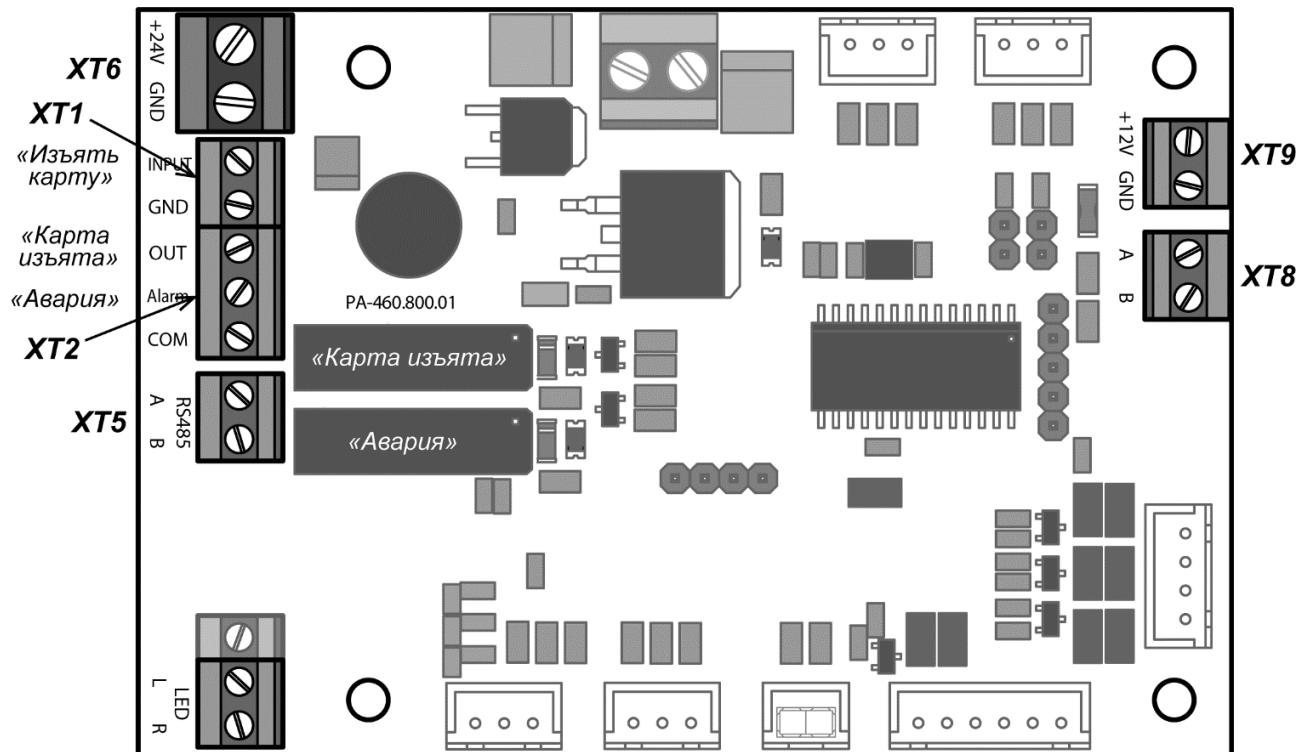

Рисунок 10. Внешний вид платы управления картоприемника
3. Если предъявленная карта является временной картой посетителя и требует изъятия, то контроллер СКУД подает управляющий сигнал на вход платы управления картоприемника «Изъять карту» (контакт INPUT **XT1**, см. рис. 10). Подсветка щели для приема карт перейдет в режим мигания с частотой 2 раза в секунду, указывая на то, что карта подлежит изъятию.
5. При падении карты в контейнер второй оптический датчик фиксирует факт изъятия карты. В этом случае картоприемник закрывает шторку, подсветка щели для приема карт вновь становится постоянной. Одновременно с выхода платы управления картоприемника «Карта изъята» (контакт OUT **XT2**, рис. 10) подается управляющий сигнал, являющийся для контроллера СКУД подтверждением разрешения прохода. По данному сигналу контроллер СКУД разрешает проход в данном направлении (подает соответствующий сигнал на механизм управления турникетом) и после прохода через турникет снимает сигнал «Изъять карту». По снятию сигнала «Изъять карту» картоприемник снимает сигнал «Карта изъята».
6. Третий оптический датчик картоприемника отслеживает факт заполнения контейнера картоприемника. При его заполнении картоприемник передает в контроллер СКУД сигнал «Авария» (контакт *Alarm XT2*, рис. 10), подсветка приемной щели картоприемника перейдет в режим мигания с частотой 1 раз в 2 секунды, тем самым предупреждая о необходимости освободить контейнер от изъятых карт. Если контейнер не освобождается, то после приема еще 9 карт работа картоприемника блокируется, подсветка приемной щели гаснет. Разблокировка картоприемника происходит автоматически после освобождения контейнера от карт (порядок выемки и установки контейнера приведен в п. 9.5). Также сигнал «Авария» подается в контроллер СКУД при возникновении неисправностей механизма картоприемника.
Внешний вид платы управления картоприемника показан на рис. 10. На плате расположены клеммные колодки: